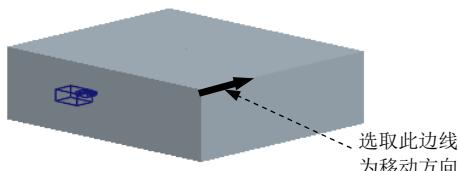
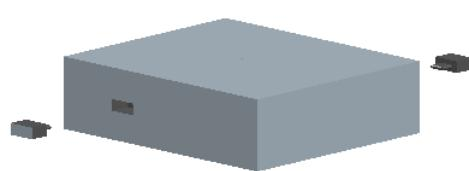

图 31.33 移动方向
图 31.34 移动滑块 2
Step2. 开模步骤1：移动滑块。移动滑块1，选取图31.33所示的边线为移动方向，输入要移动的距离值-100。移动滑块2，输入要移动的距离值100。移出后的状态如图31.34所示。